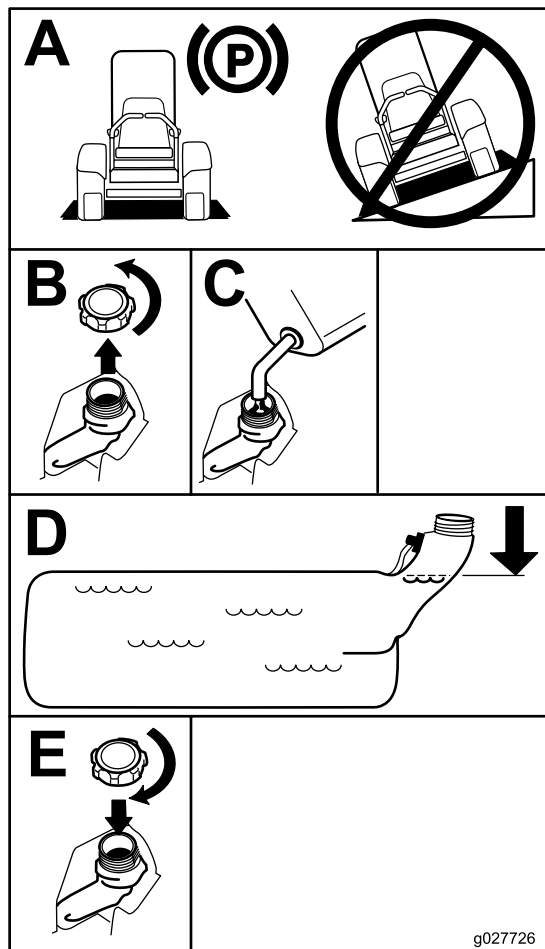

Figura 7
5. Llène el depósito de combustible hasta la parte inferior del cuello de llenado (Figura 7).